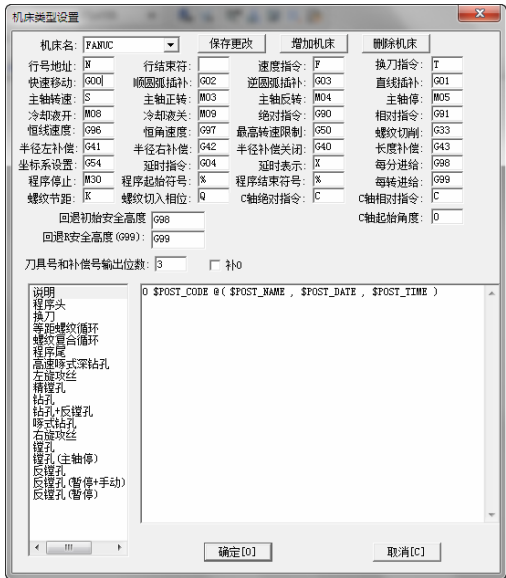

图 4-43 “机床类型设置”对话框
1) 选择下拉菜单“数控车”→“机床配置”命令，或直接单击“数控车工具”工具栏中的“机床配置”按钮，系统弹出“机床类型设置”对话框，设置参数如图 4-43 所示。